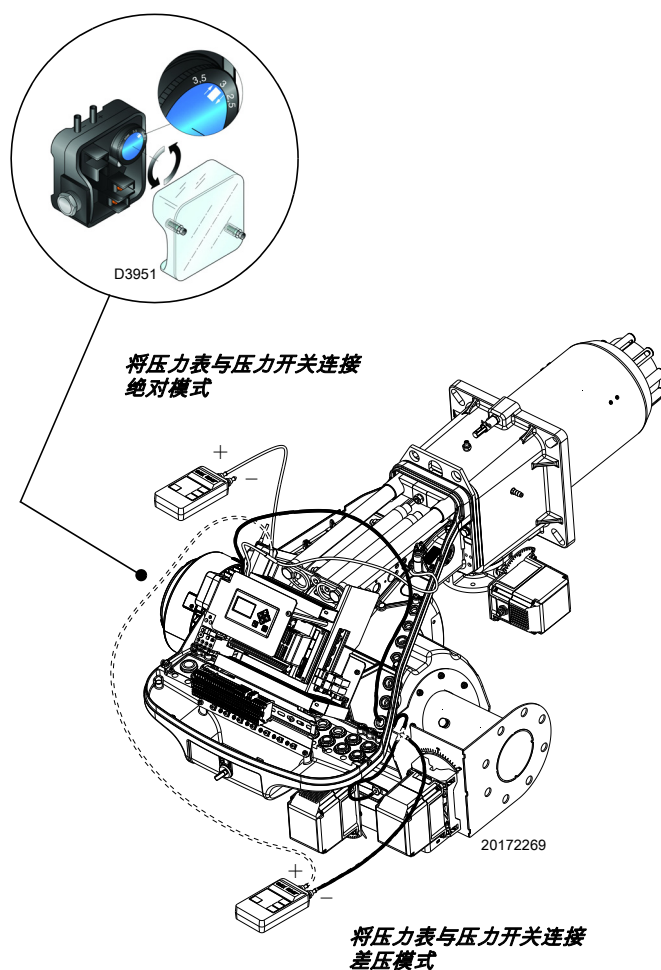

图 30
- 设定风压开关（图 30 页 27）至量程的起始位置。
燃烧器各部分调节时，风压开关置于量程开始位置，上述所有调整结束后，再设定风压开关 (图 30)。
压力计的连接如图 30 所示。
在强负压的某些应用中，压力开关的这种连接导致压力开关不能转换，在这种情况下，需以差压模式连接压力开关，在风压开关和风机进气口间增加第二管路，如图 30 所示。